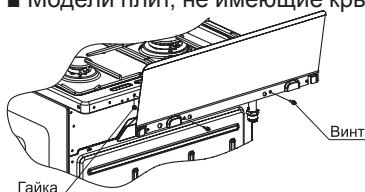

рис. 1
- Модели плит, не имеющие крышки стола, комплектуются щитком, который закрепляется перед установкой плиты (рис.1).
■ **Установка щитка** на плиты моделей GM241 001, GM241 101. Установку щитка производить путем крепления к столу двумя винтами и гайками (см. рис. 1). Винты и гайки для крепления щитка находятся в пакете с комплектующими.